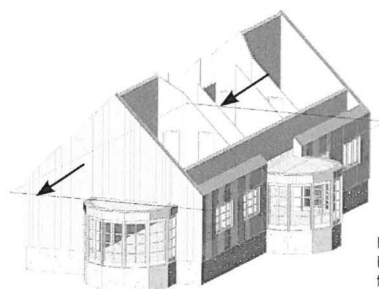

Fig. 09.37. Rediger galvlinierne for taget.
- Klik på den ene eller begge galvender (Fig. 09.37).